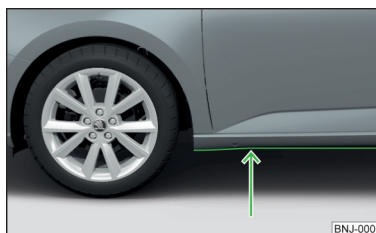

Fig. 124
- Înainte de traversarea zonei inundate, stabiliți adâncimea apei. Nivelul apei poate să ajungă maxim până la marginea inferioară a pragului » fig. 124.